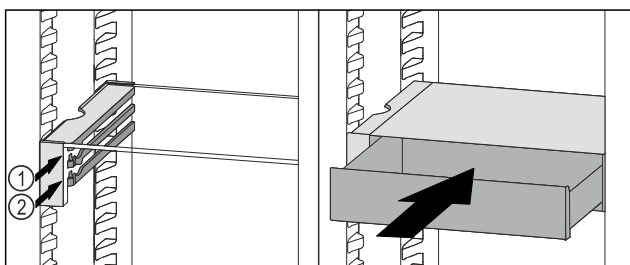

Fig. 43
- ▶ Nasadte zásuvku VarioSafe za zarážky na požadovaném žebro Fig. 43 (1) nebo Fig. 43 (2).